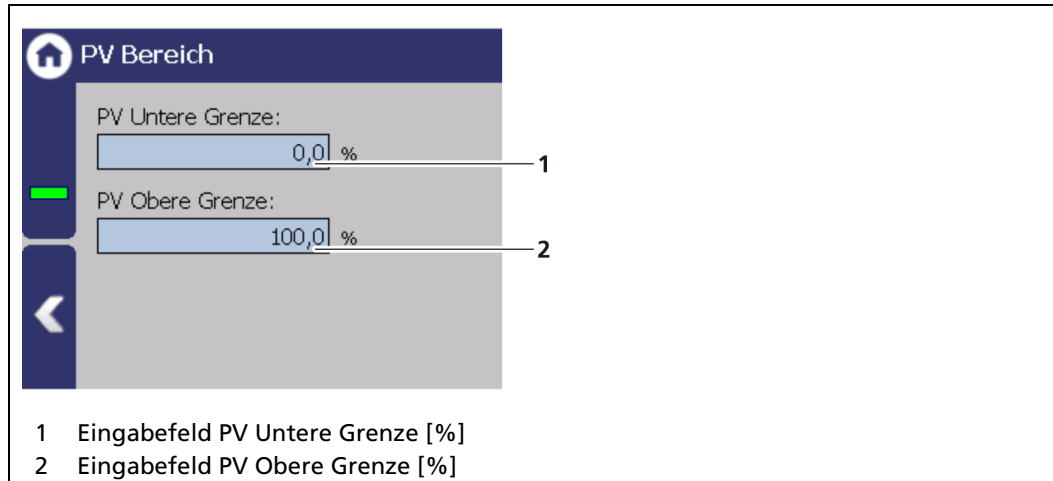

Abb. 104 Signalbearbeitung (PV-Bereich)
1. Klicken Sie auf das Eingabefeld (Abb. 104, Pos.1) um den Füllstand in Prozent [%] einzugeben, der einem Ausgabestrom von bspw. 4 mA entsprechen soll.
3. Klicken Sie auf das Eingabefeld (Abb. 104, Pos.2) um den Füllstand in Prozent [%] einzugeben, der einem Ausgabestrom von 20 mA entsprechen soll.